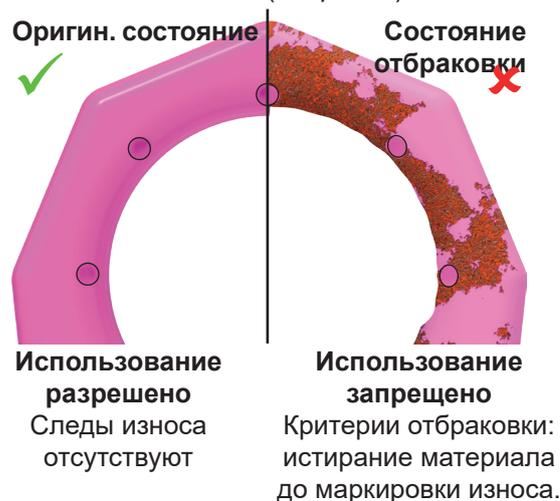

Рис. 2. Маркировка износа
- Тщательно контролировать маркировку износа на такелажной точке (см. рис. 2):